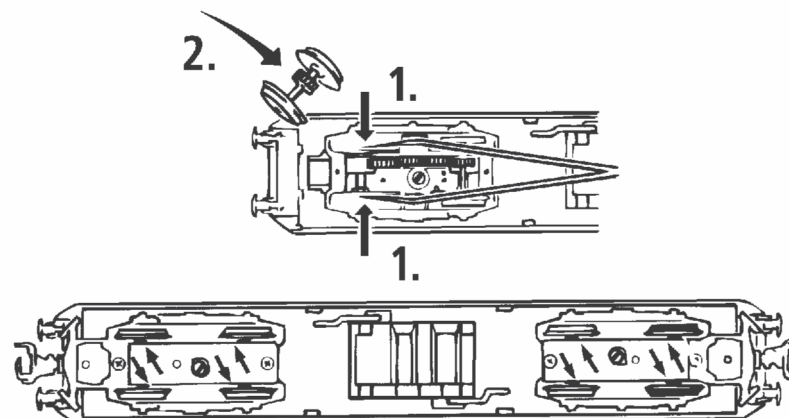

Fig. 6
3. Haftreifenwechsel: Zuerst den Getriebedeckel abnehmen (Fig. 4). Danach den **Radsatz** herausnehmen und die **Haftreifen** mit einer Nadel od. mit einem feinen Schraubendreher abziehen (Fig. 6). Beim Aufziehen der neuen Haftreifen darauf achten, dass diese sich nicht verdrehen.
3. Change of traction tyre: Remove the gear cover (fig. 4). Take out **wheel set** and remove **traction tyre** using a pin or a fine screwdriver (fig. 6). When pressing on the new traction tyre please **avoid twisting it**.
1. Nettoyage des lames de courant aux roues: Les lames de contacts risquent de s'encrasser rapidement sur des voies poussiéreuses. Veuillez **enlever la poussière** aux endroits marqués à la fig. 6 à l'aide d'un petit pinceau souple.
3. Échange des bandages d'adhérence: Démontez d'abord le **couvercle du carter des engrenages** des engrenages (fig. 4). Délogez ensuite les essieux bandagées et enlevez, à l'aide d'une aiguille ou d'un tournevis fin, les bandages d'adhérence (fig. 6). Lors du montage des nouveaux bandages veuillez veiller à ce que les bandages **ne soient pas tordu**.